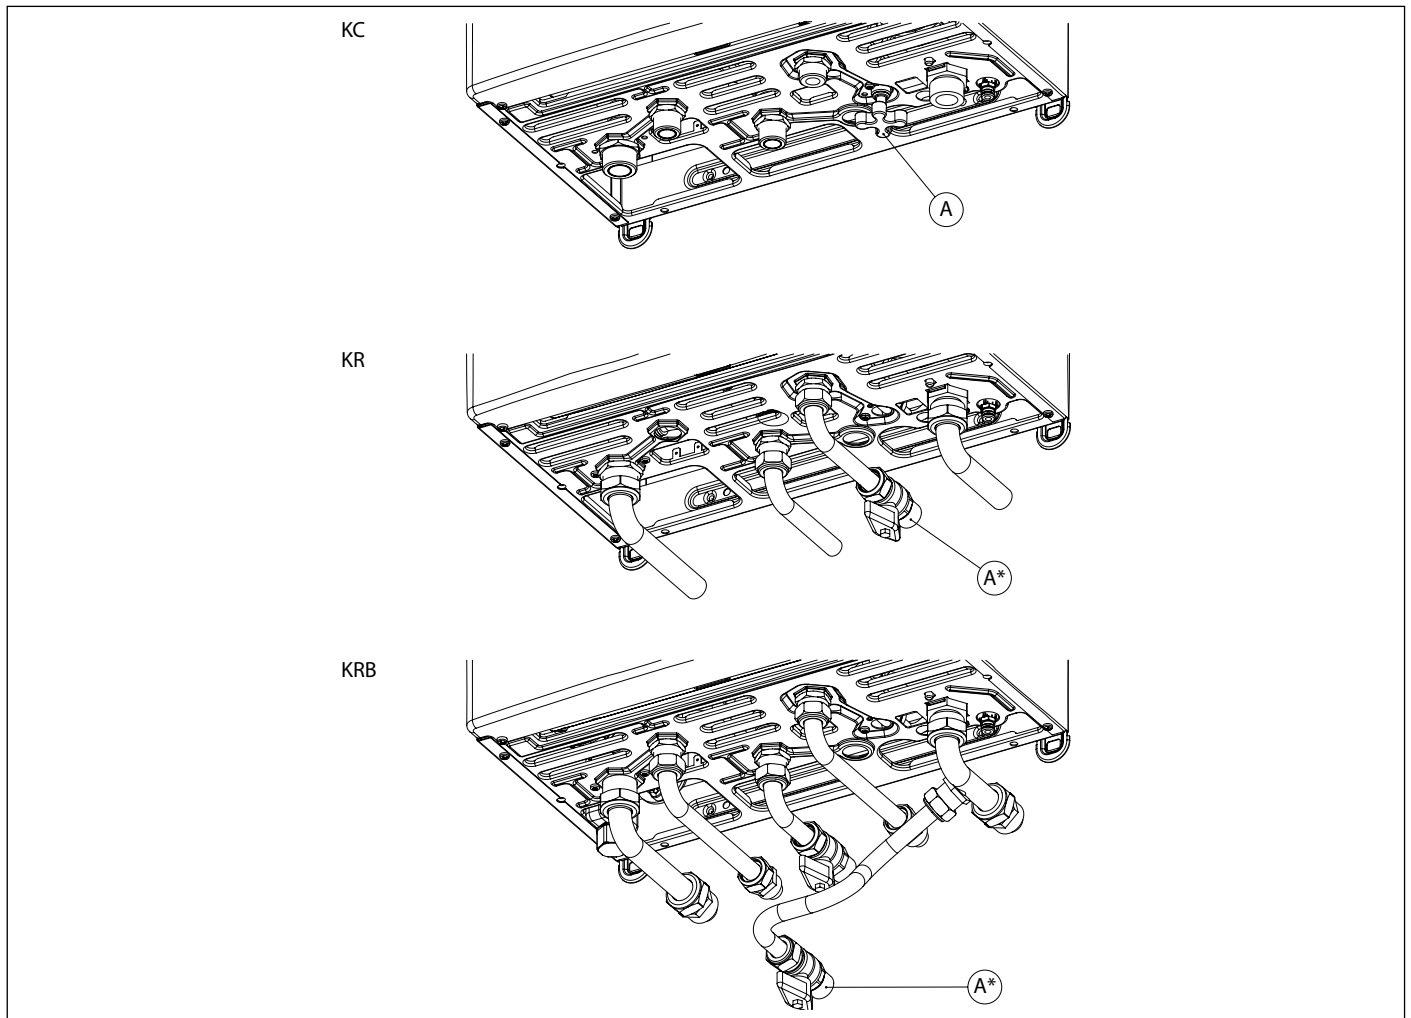

Fig. 2 Robinet de umplere
Umpleți sistemul deschizând robinetul de umplere (A) (vezi Fig. 2 Robinet de umplere).